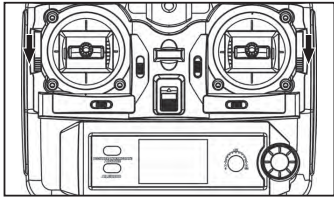

图2
- 2. 当遥控器两侧的油门模式切换键同时推倒“L”处时，为左手油门模式。（如图2）